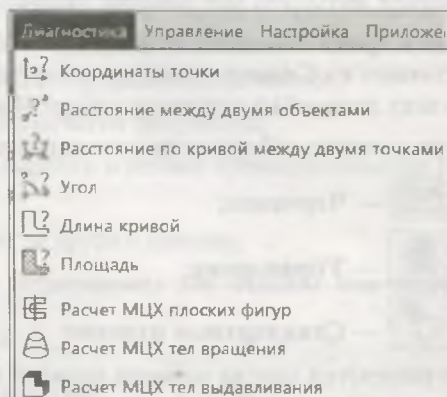

Рис. 3.9. Выпадающее меню пункта Диагностика
- ♦ **Диагностика** — это команды для определения координат, длины линии, расчета массо-центровочных характеристик (рис. 3.9);